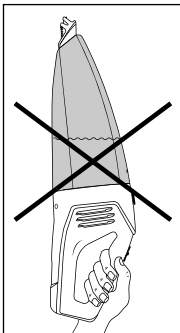

Abb. 4
- ▶ Wenn Sie das Gerät waagrecht oder mit der Nasssaugdüse **1** nach oben weisend tragen, kann es passieren, dass Flüssigkeit austritt (siehe Abb. 4 und 5):